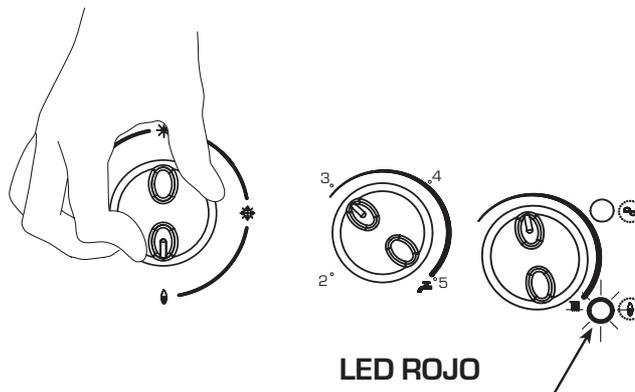

Fig. 27
- Restablecimiento presión instalación de calefacción (fig. 27/a)